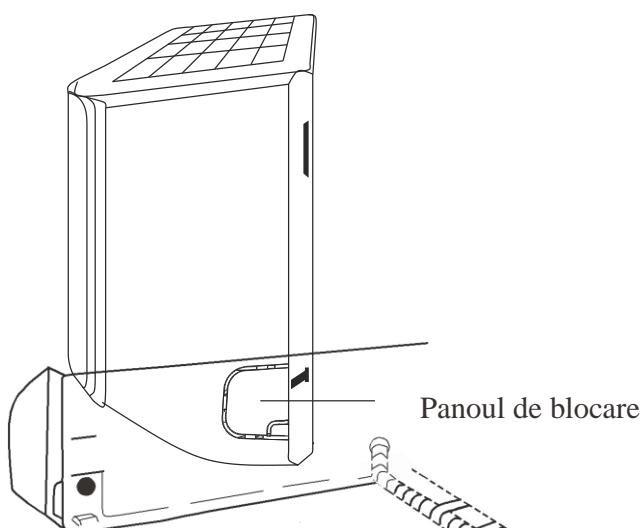

Fig. 3.3
2. Dacă gaura de perete se află în spatele unității, țineți panoul de blocare în poziție. Dacă gaura de perete se află pe partea laterală a unității interioare, scoateți panoul din plastic de la acea partea a unității. (Vezi Fig. 3.3). Acest lucru va crea un slot prin care conductele dvs. pot ieși din unitate. Utilizați cleștele pentru ac în cazul în care panoul din plastic este prea greu de îndepărtat cu mâna.